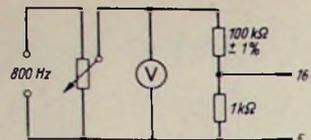

Bild 19. Spannungsteiler zur Herstellung kleiner Meßspannungen
5. Meßspannung in Schalterstellung „NI“ an die Buchsen 16...5 anlegen. Lautstärkeregler voll aufdrehen, Belastung 7000 Ω. Kleinste notwendige Eingangsspannung für größte unverzerrte Leistung feststellen. Falls die direkte Messung der kleinen Eingangsspannung nicht möglich ist, so ist nach Bild 19 ein Spannungsteiler 1:100 vorzuschalten und die hundertfach größere Spannung zu messen. Aus der Eingangsspannung